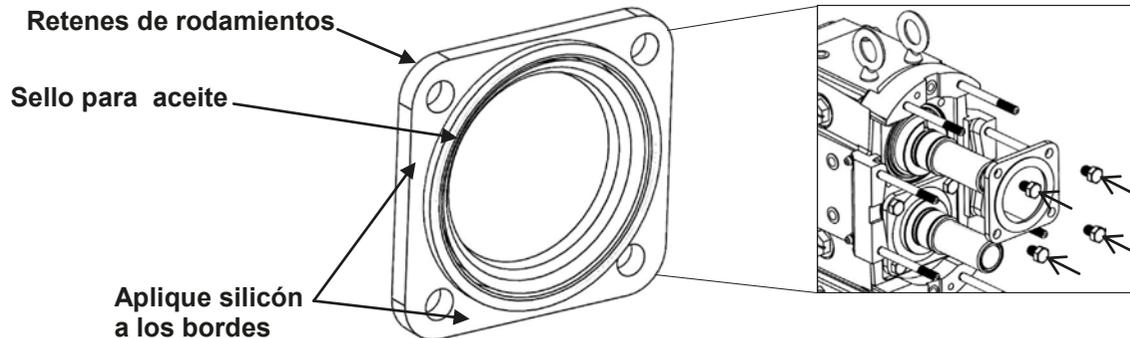

Figura 42: Instalación de Retenes
6) Cuando se tenga la tolerancia trasera correcta, llene los rodamientos con grasa a través de las graseras a los costados de la bomba hasta que se pueda ver grasa alrededor de los ensambles de rodamientos. Gire las flechas para distribuir la grasa. Aplique una capa ligera de lubricante a los diámetros interior y exterior de los retenes para aceite e instálelos en los porta retenes. Aplique silicón a los bordes externos de los porta retenes (figura 42). Con el silicón aplicado coloque los porta retenes en la caja de engranes.